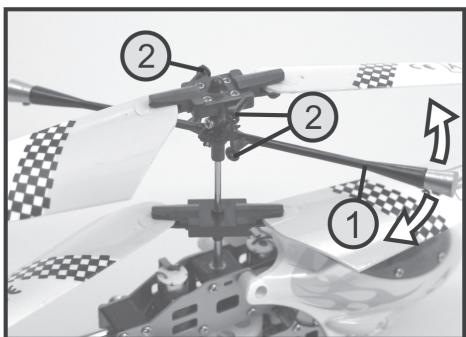

Bild 7
Bewegen Sie die Fliehgewichtstange an einer Seite von Hand auf und ab (siehe Pfeile in Bild 7) und prüfen Sie dabei die Leichtgängigkeit der angebrachten Kugelgelgenke (2).